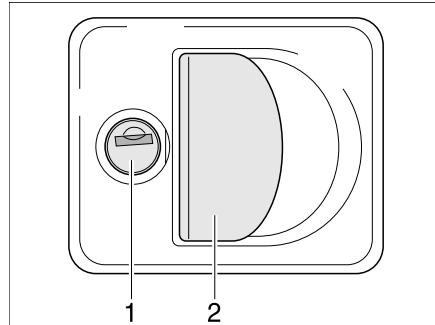

Bild 29 Klappenschloss mit Griffschale
- Schlüssel in Schließzylinder (Bild 29,1) stecken und eine viertel Umdrehung drehen. Das Klappenschloss ist entriegelt.
- Am Schlossgriff (Bild 29,2) ziehen. Die Außenklappe ist geöffnet.